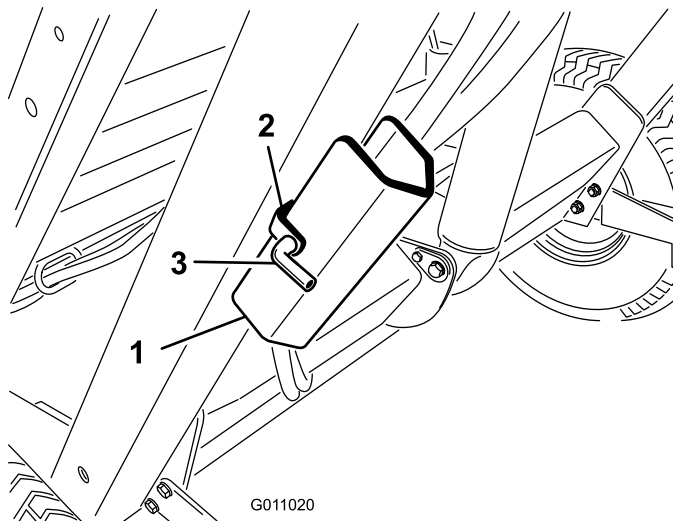

Figura 26
2. Retire o perno de gancho e o pino que prendem o apoio de segurança ao suporte de armazenamento na estrutura da máquina (Figura 26). Retire o apoio de segurança.